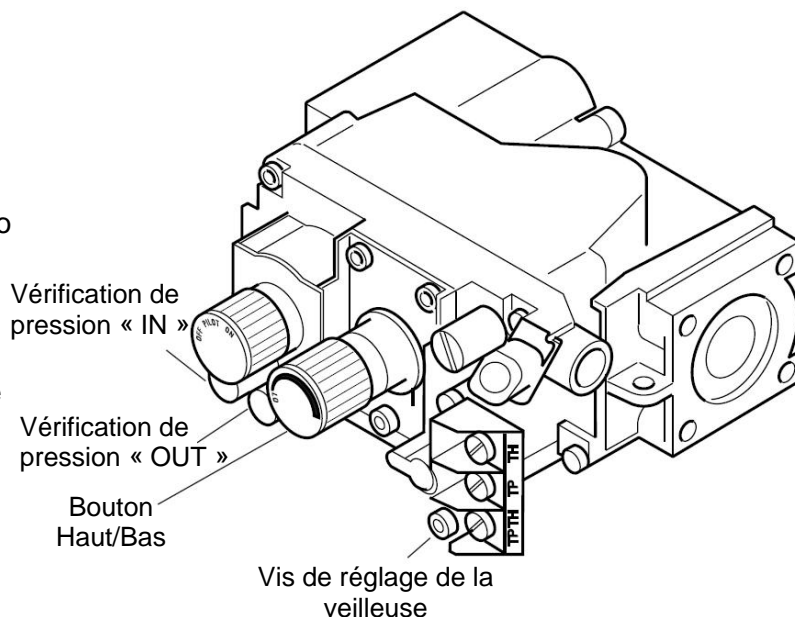

Figure 13 – Vérification de la pression au niveau de la soupape de gaz
5. Pour vérifier la pression de gaz au niveau de la soupape, tourner la vis de 2 ou 3 tours dans le sens contre-horaire et placer ensuite le tube sur le point de vérification. Tourner le bouton sur Haut. Voir *Figure 13*. Après avoir vérifié la pression, s'assurer de resserrer la vis dans le sens horaire. Ne pas forcer. Vérifier les points de vérification avec une solution d'eau savonneuse pour détecter toute fuite.